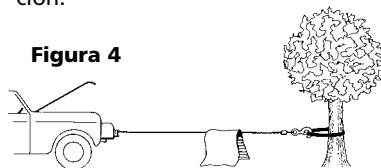

Figura 4
10. Es una buena idea poner una frazada pesada o abrigo sobre el cable de alambre cerca del extremo del gancho al tirar de cargas pesadas (Figura 4). Si falla el cable de alambre, la tela actuará como atenuador y evitará que el cable de alambre latigue. Le-vante la capota del motor del vehículo para aumentar la protección.